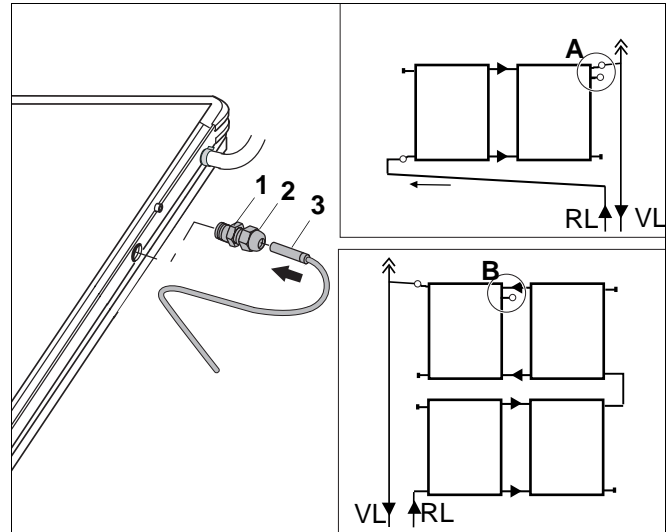

Abb. 20 Anschließen des Temperaturfühlers
- Den Temperaturfühler (Abb. 20, Pos. 3) durch die Klemmverschraubung (Pos. 1+2) führen und ca. 170 mm in den Kollektor einschieben.
- Das Unterteil der Klemmverschraubung (Abb. 20, Pos. 1) in den Kollektor einschrauben.
- Die Klemmverschraubung (Abb. 20, Pos. 1+2) festziehen.